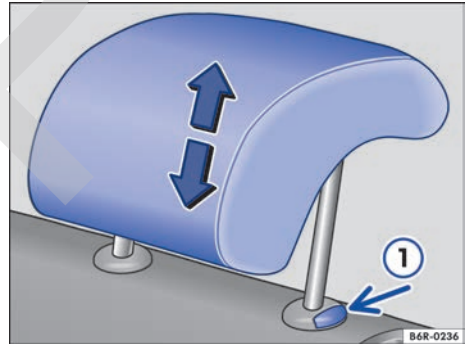

Fig. 68 Remover el apoyacabezas trasero.
- Retirar el apoyacabezas con el botón → fig. 68 ① presionado.
- Empujar hacia abajo el apoyacabezas con el botón → fig. 68 ① presionado.